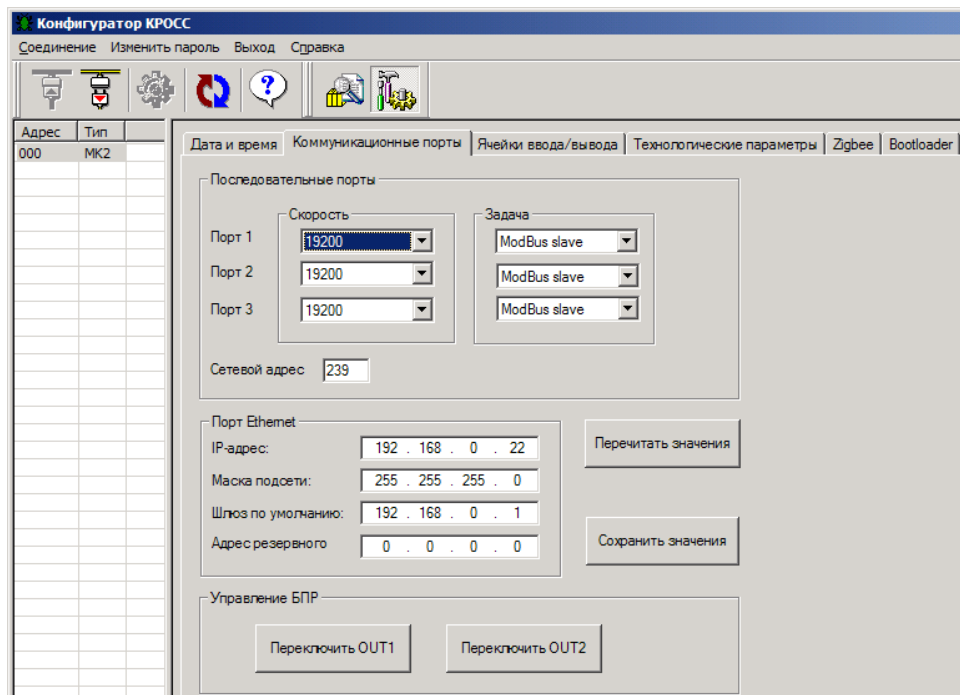

Рисунок 5.5
5.2.4 Закладка "**Коммуникационные порты**" позволяет выполнить настройки внешних интерфейсов МК2 и проверку выходов "OUT1", "OUT2" (рисунок 5.5).